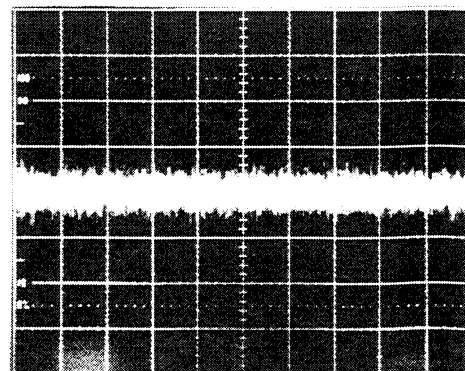

Fig. 8
4. Maintenant tourner RV 503 à droite jusqu'à ce que la forme d'onde soit constant (voir fig. 8).